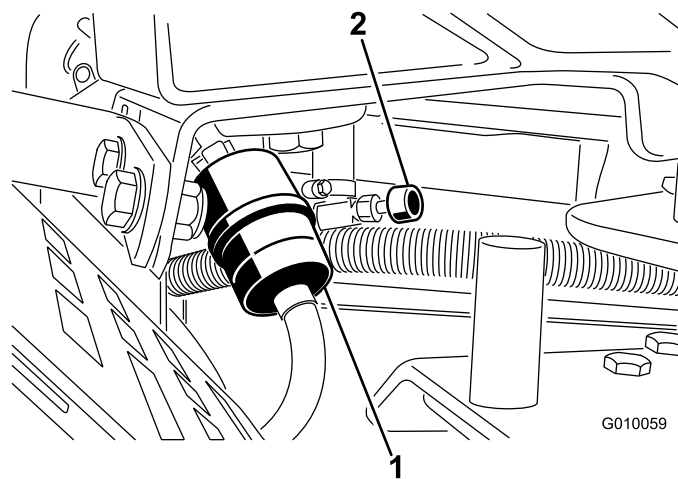

Figura 50
2. Cierre la válvula de cierre del combustible (Figura 50).
3. Apriete los extremos de las abrazaderas y deslícelas por el tubo alejándolas del filtro (Figura 50).
5. Instale un filtro nuevo y acerque las abrazaderas al filtro (Figura 50).
7. Abra la válvula de cierre del combustible (Figura 50).
3. Afloje la abrazadera cerca del filtro de combustible y deslícela por el tubo, alejándola del filtro de combustible (Figura 50).
4. Retire el tubo de combustible del filtro (Figura 50). Abra la válvula de cierre del combustible y deje fluir el combustible a una lata u otro recipiente.
5. Instale el tubo de combustible en el filtro de combustible. Acerque la abrazadera al filtro de combustible para fijar el tubo de combustible (Figura 50).